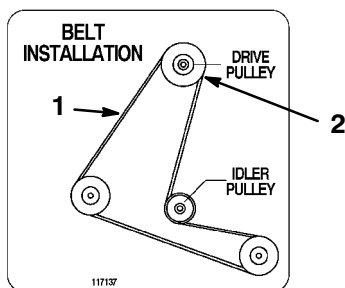

Figure 8
- Tirez sur le galet tendeur pour détendre la courroie et installez la courroie d'entraînement du plateau sur la poulie motrice (Fig. 8). Placez la courroie dans la gorge supérieure de la poulie si le moteur est doté d'une poulie à deux gorges.